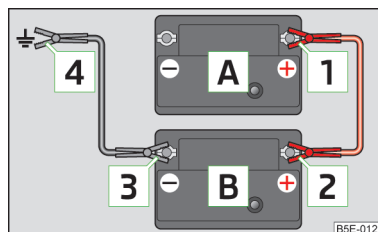

Fig. 153
- Fissare il morsetto **1** al polo positivo della batteria scarica **A** » **fig. 153.**